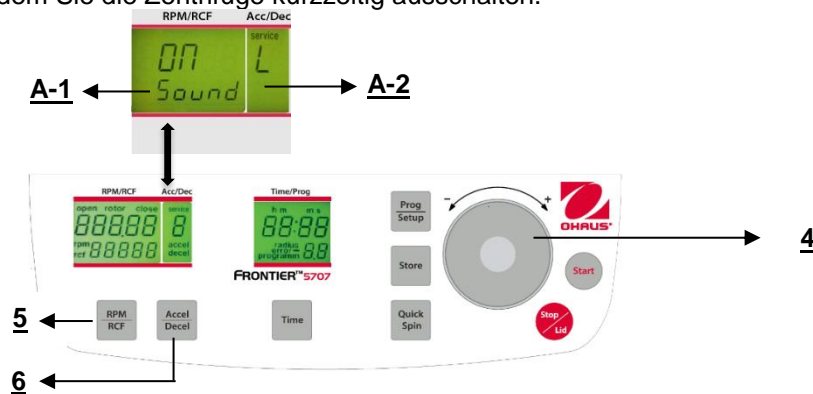

Abbildung. 29
Fahren Sie fort wie unter Punkt 4.1.2 beschrieben, um in den Programmmodus einzutreten und drücken Sie dann die Taste **"Accel/Decel"**(6). Auf der Anzeige blinkt **"Acc/Dec"** (A-2) das Wort **"Service"**. Wählen Sie nun den Buchstaben **"L"** mit Hilfe des Anpassungs Wählscheibe (4). Als Ergebnis erscheinen die Worte **"On Sound"** auf der Anzeige **"RPM/RCF"** (A-1). Wenn Sie die Taste **"RPM/RCF"** (5) nun drücken, blinkt das Wort **"On"** und Sie können den Ton mit dem Anpassungs Wählscheibe (4) umschalten (siehe Abbildung 29). Nachdem Sie die Einstellungen gespeichert haben (siehe 4.1), ändern Sie zurück zum normalen Programmiermodus, indem Sie die Zentrifuge kurzzeitig ausschalten.